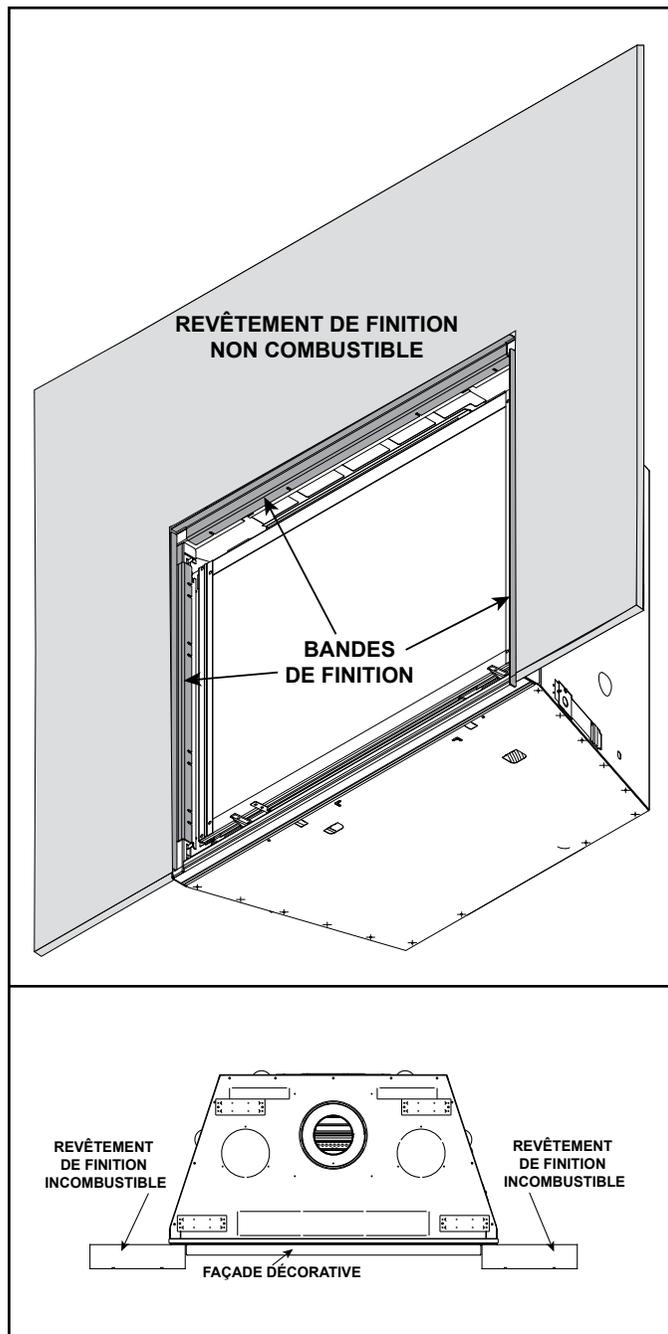

Figure 10.16 Épaisseur du matériau de finition incombustible supérieure à 25 mm (Un po) - Bandes de finition requises
- A. Matériau de finition d'une épaisseur de 25 à 152 mm : Utilisez cette méthode avec des façades à chevauchement installées comme un ajustement intérieur. Voir la figure 10.16.